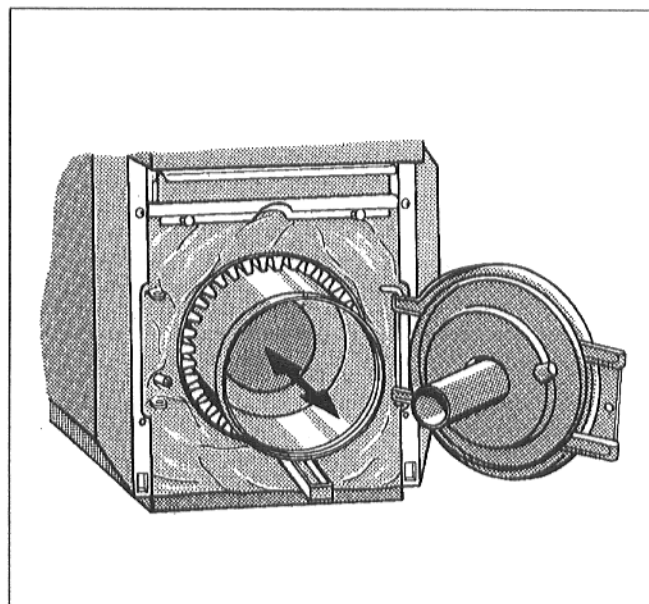
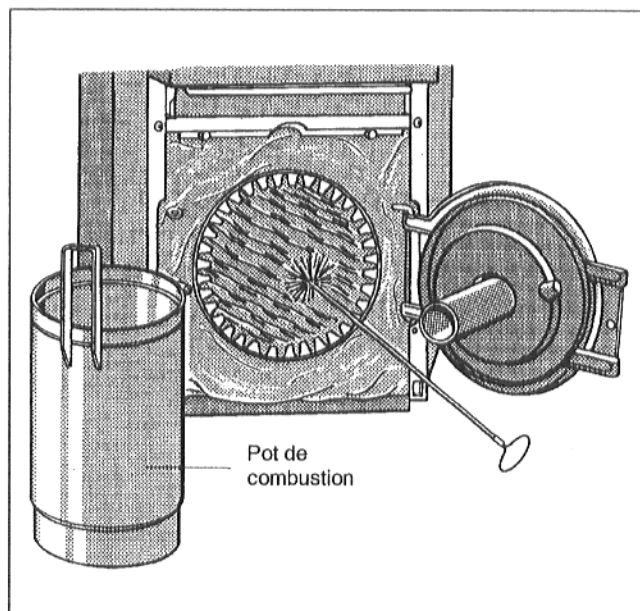

Fig. 28
Fig. 29
- Ouvrir la porte du brûleur et retirer le pot de combustion de la chambre de combustion (Fig. 28).
- Brosser horizontalement les surfaces de chauffe avec vigueur à l'aide de la brosse de nettoyage, évacuer les résidus de combustion (Fig. 29).
- Replacer le pot de combustion de sorte que les montants de l'étrier-support se trouvent, devant, en bas, dans les gorges des surfaces de chauffe (Fig. 28).
- Retirer le pot de combustion de la chambre de combustion (Fig. 28 et Fig. 29).